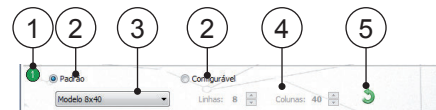

Figura 13 - Compôr painéis
Na Figura 13 é mostrado o endereço 1 do tipo *Compôr painéis*, sendo que este tipo possui 16 endereços.
- 1 - Indica o endereço do painel. Clique sobre ele para marcar/desmarcar. Ao marcar um endereço, será mostrada uma tela, igual a Figura 13, para configurar o painel.